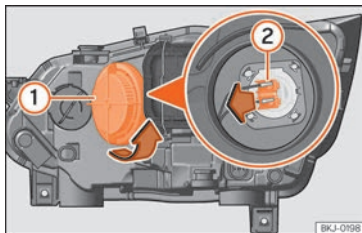

Abb. 101 Im Motorraum: Glühlampe Fernlicht.
- Drehen Sie die Abdeckung **1** nach links und nehmen Sie sie heraus » **Abb. 101**.